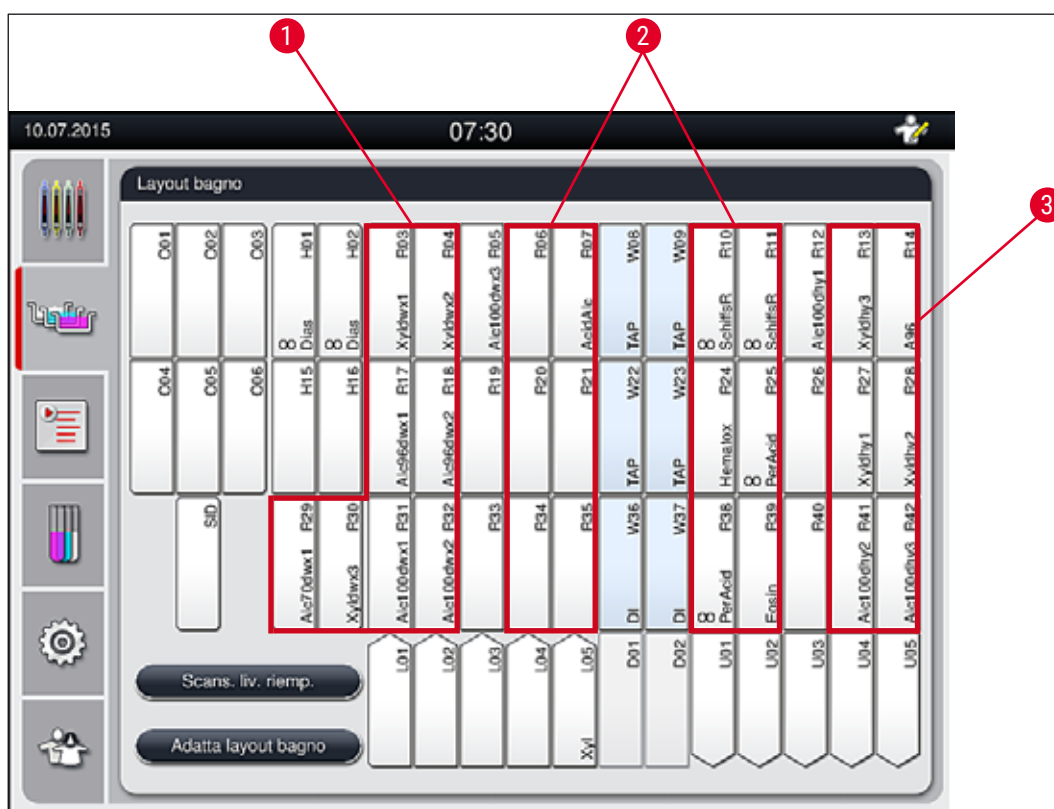

Fig. 39
- I reagenti di colorazione che richiedono un passaggio successivo nell'acqua corrente, sono posizionati vicino alle cuvette per acqua corrente (→ "Fig. 39").